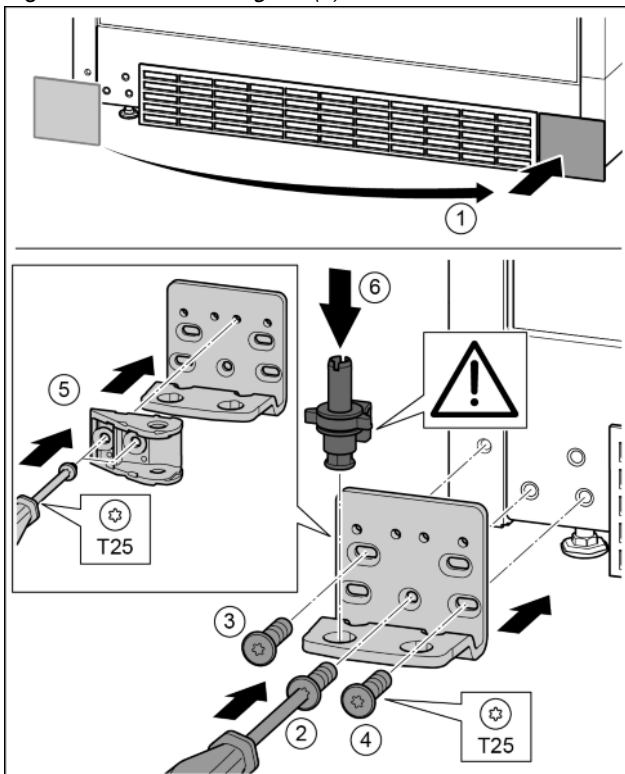

Fig. 30
- ▶ Abdeckung abnehmen und auf der anderen Seite anbringen. *Fig. 30 (1)*
- ▶ Lagerbock auf der anderen Seite ansetzen und mit Hilfe eines Schraubendrehers T25 anschrauben. Mit Schraube 2 unten in der Mitte beginnen. *Fig. 30 (2)*
- ▶ Schraube 3 und 4 festschrauben. *Fig. 30 (3, 4)*
- ▶ Schließdämpferverbindung um 180° drehen. Auf der anderen Seite des Lagerbocks mit Schraubendreher T25 anschrauben. *Fig. 30 (5)*
- ▶ Lagerbolzen komplett einsetzen. Dabei darauf achten, dass der Rastnocken nach hinten zeigt. *Fig. 30 (6)*